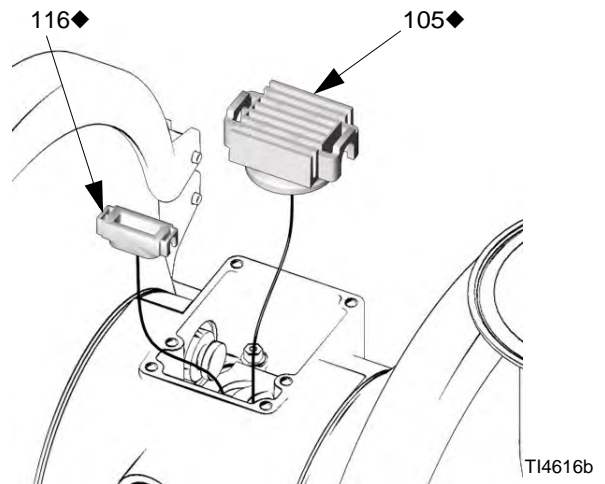

ABB.7
3. Den Ventilmittnehmer (105) auf mittlere Position schieben und aus der Aussparung herausziehen. Mit einer Nadelzange das Schaltventil (116) gerade nach oben und aus der Kammer ziehen. Siehe ABB.7.